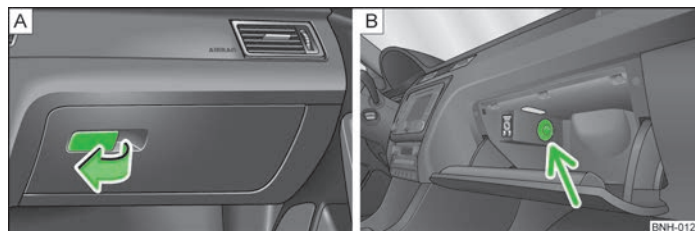

Abb. 48 Schalttafel: Ablagefach auf der Beifahrerseite
- Den Griff der Klappe in Pfeilrichtung ziehen » Abb. 48 - A und die Klappe herunterklappen.
Mit dem Drehschalter » Abb. 48 - B wird die Luftzufuhr geöffnet bzw. verschlossen.